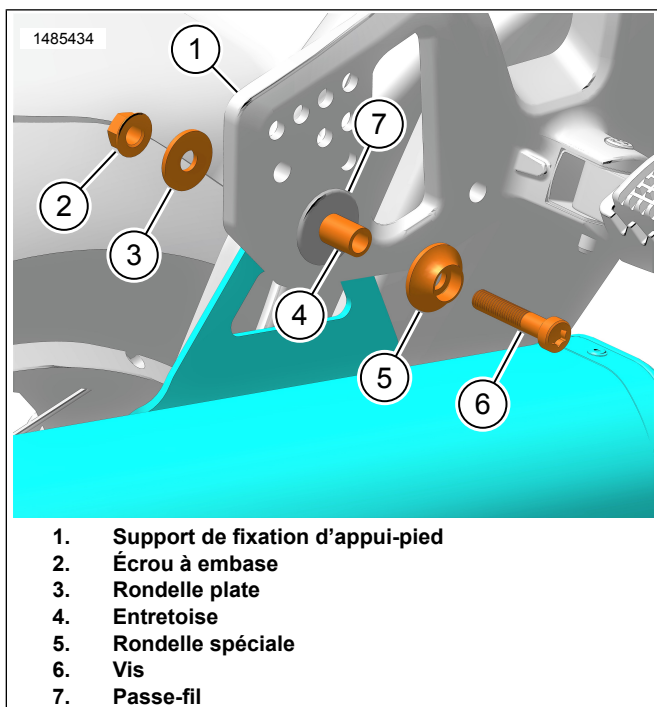

Figure 5. Matériel de silencieux
- a. Aligner le support de montage (2) avec le trou.
5. Figure 5 Positionner le support du silencieux derrière le support de l'appui-pied du passager (1).
- a. Aligner les composants et installer l'entretoise (4).
- a. Utiliser de l'adhésif frein-filet avec la vis (6).
10. Figure 5 Serrer la vis (6).